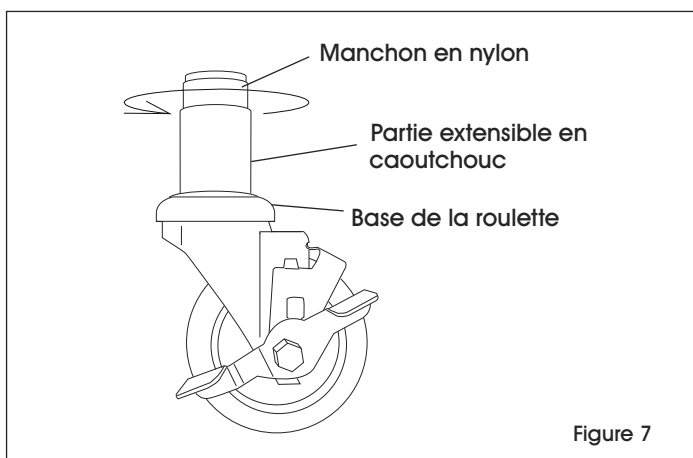

Figure 7
2. Hold caster base and rotate nylon bushing clockwise. This will cause the rubber piece to expand. (See Figure 7)
2. Tenez la base de la roulette et faites tourner le manchon en nylon dans le sens horaire. Ceci causera l'élargissement de la partie en caoutchouc. (Voir Figure 7)